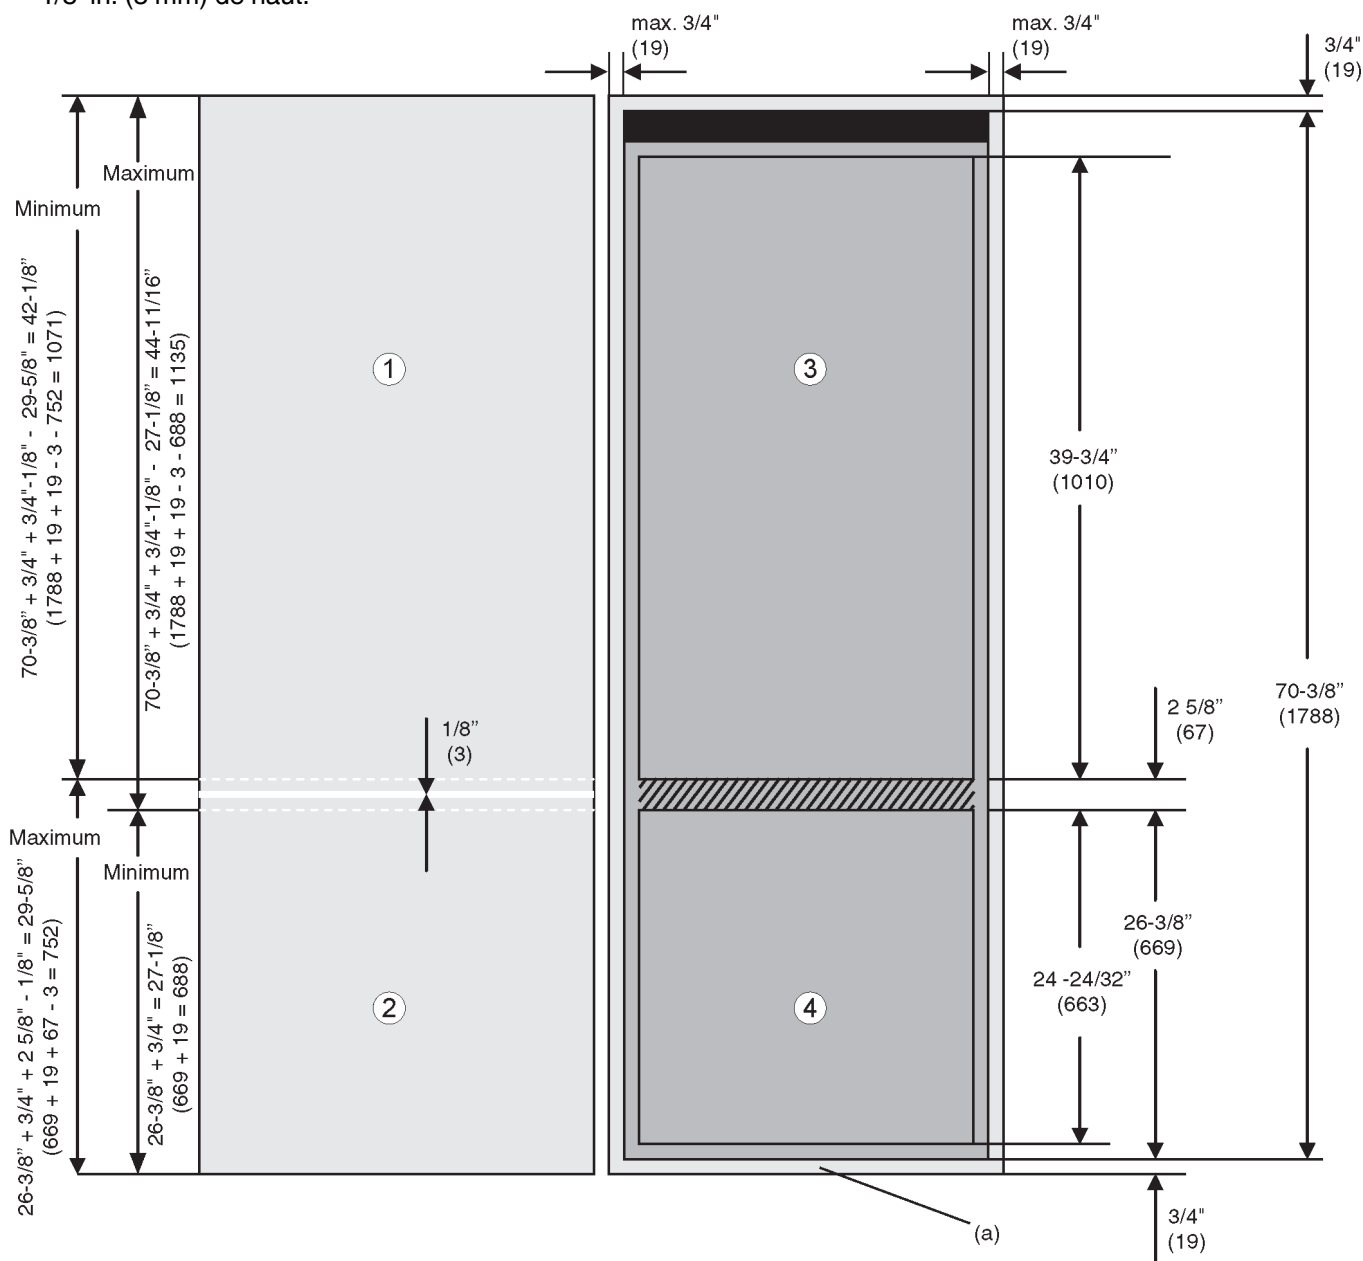

Fig. 4
► Pour couvrir le front de la plaque de fond *Fig. 4 (a)* : prolonger la hauteur de plaque à 26-3/8 in. + 3/4 in. = 27-1/8 in. (669 mm + 19 mm = 688 mm) .
Lorsqu'aucune porte de placard n'est encore montée, la fente entre la porte du compartiment congélateur *Fig. 4 (4)* et la porte du compartiment réfrigérateur *Fig. 4 (3)* est de 2-5/8 in. (67 mm). Une fois que les portes de placard sont montées, la fente entre les deux portes *Fig. 4 (1,2)* est d'environ 1/8 in. (3 mm) et doit se situer à l'intérieur de la surface hachurée.